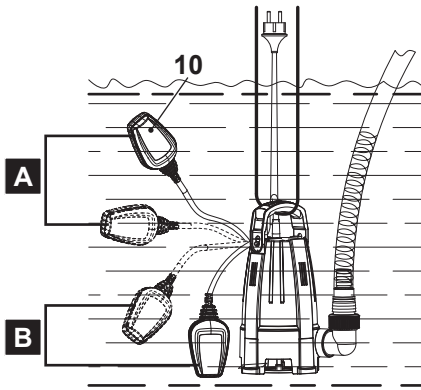
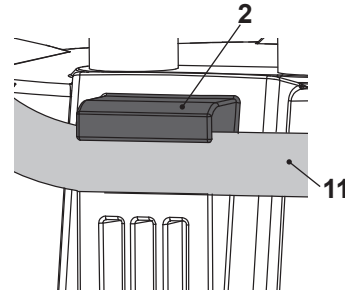

Fig. 5
Fig. 6
**NOTA:** El interruptor flotante (10) contiene una bola que activa un interruptor. El producto sólo funciona si el interruptor flotante se encuentra por encima de la posición A, la posición B corresponde al nivel de desconexión de la bomba (Fig. 5).
El producto se pone en marcha a un determinado nivel de agua mediante el interruptor flotante (10) (nivel de conexión) (Fig. 5, A). El producto continúa bombeando hasta que el nivel de agua desciende a una altura determinada y entonces el interruptor flotante apaga el producto (nivel de desconexión) (Fig. 5, B).
1. Ajustar la altura de los niveles relativos de encendido y apagado dentro de ciertos parámetros, alargando o acortando la longitud del cable libre del interruptor flotante (11).
2. Fijar después el cable del interruptor flotante (11) en la abrazadera del cable (2) (Fig. 6).
**NOTA:** Antes de utilizarlo por primera vez, debería familiarizarse brevemente con los controles automáticos del interruptor flotante (10). Mueva el interruptor flotante (10) hacia arriba y abajo con la mano para simular el encendido y el apagado. Altere la longitud del cable libre, hasta que haya encontrado un rango idóneo para su propósito. Examine cómo la longitud del cable libre influye en el nivel de encendido y apagado (y, en última instancia, en el nivel de agua).
3. Cerciórese siempre de que el interruptor flotante (10) esté libre y desbloqueado cuando esté en el agua para evitar que la bomba funcione en seco.